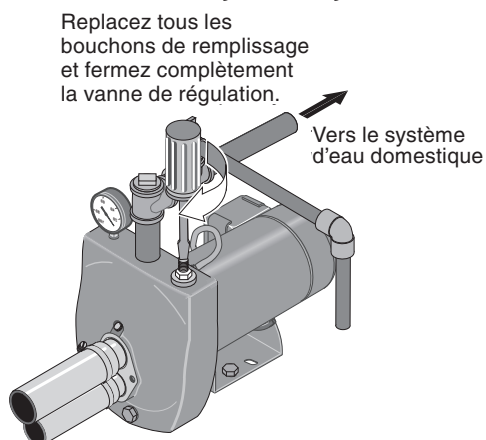

Figure 13 : Amorcer la pompe
2. Remplacez tous les bouchons de remplissage et fermez complètement la vanne de régulation (figure 13).